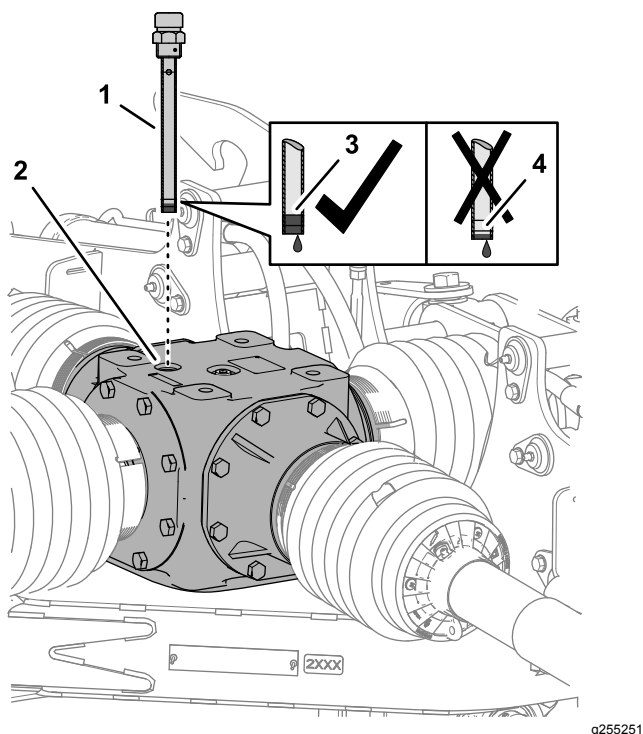
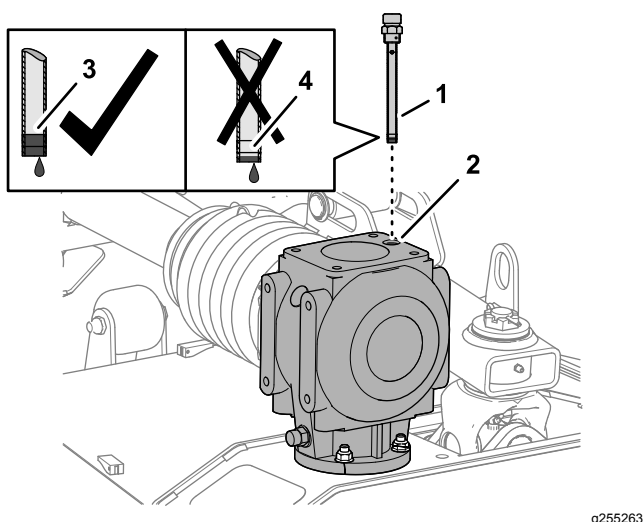

Figura 57
Figura 58
1. Togliete l'asta di livello dal relativo foro nella parte superiore della scatola ingranaggi centrale (Figura 57 o Figura 58).
2. Controllate il livello di fluido indicato sull'asta di livello (Figura 57 o Figura 58).
4. Avvitare l'asta di livello nel foro di riempimento e serrate l'asta di livello (Figura 57 o Figura 58).